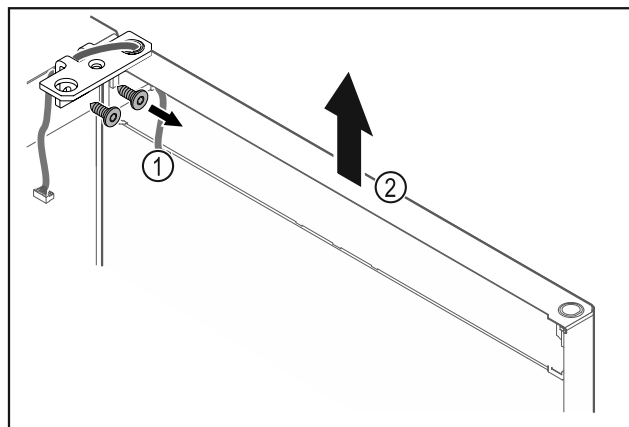

Fig. 23
- ▶ Dévisser l'équerre de la charnière Fig. 23 (1).
- ▶ Soulever la porte (équerre de charnière incluse) Fig. 23 (2) d'environ 200 mm et la retirer.